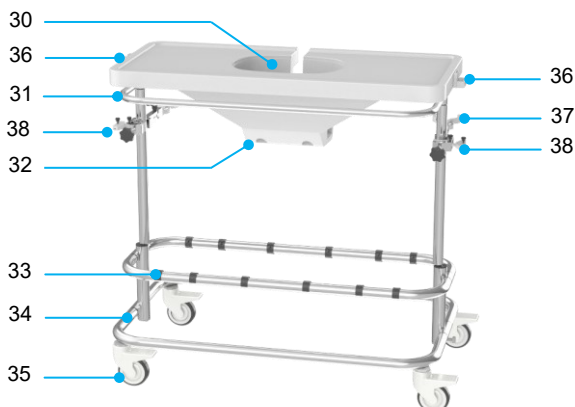

Figura 8 Carro
La Unidad térmica y las dos Unidades de bombeo están montadas en un carro (Figura 8). El carro está equipado con ruedas giratorias con frenos y una barra de empuje para permitir el transporte intrahospitalario.
- Coloque el carro en la posición correcta y aplique los frenos en las ruedas giratorias (véase la Figura 8, elemento 35).
- Coloque el recipiente para el hígado en la cavidad de la mesa Liver Assist (véase la Figura 8, elemento 30).
- Oriente el tubo azul hacia el lado portal (PV) y el tubo rojo hacia el lado arterial (HA).
- Coloque los sensores de presión en los soportes a cada lado de la mesa (véase la Figura 8, elemento 36).
- Coloque los oxigenadores en los soportes del carro (véase la Figura 8, elemento 37) presionándolos en la abrazadera (véase la Figura 11).